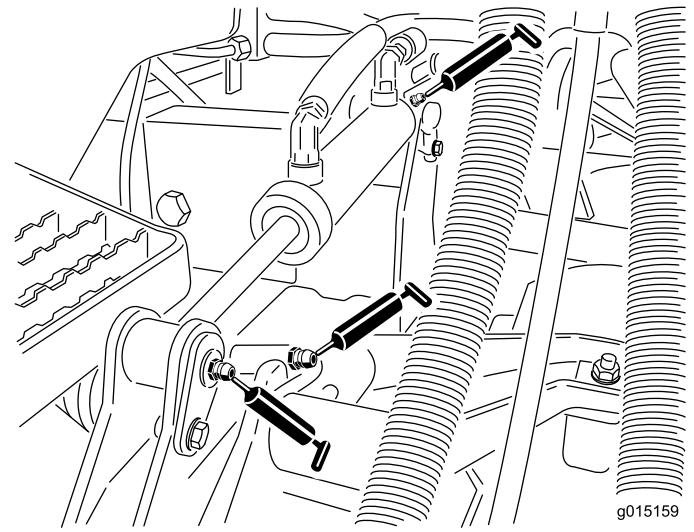

図 51
- ・ 昇降アームのブッシュカッティングユニット 1台に1ヶ所 図51
- ・ 昇降シリンダのブッシュカッティングユニット 1台に2ヶ所 図51